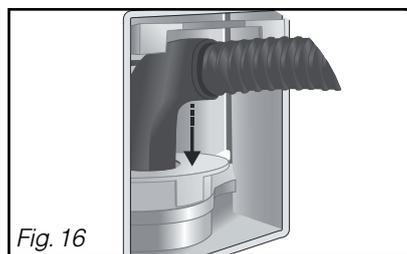

Fig. 16
- Raccordez le tuyau du kit sur l'embout de l'appareil (Fig. 16).